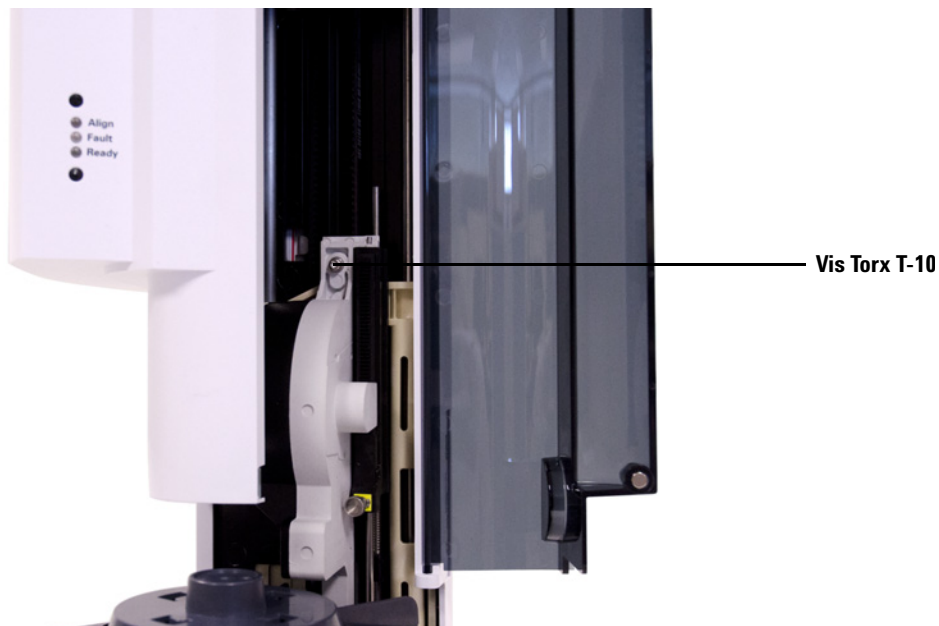

Figure 65 Retrait de la vis Torx T-10 sur le dessus du chariot de la seringue
- 7 Desserrez complètement la vis Torx T-10 sur le dessus du chariot de la seringue et retirez-la (Figure 65).